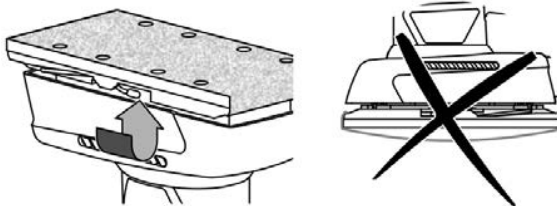

Fig. 4 – Fijación de la lija en la base, correcta e incorrecta
En seguida, fije los prendedores de la lija (6) y verifique si la lija está fijada correctamente y sin ninguna huelga, fig. 4. Para extraer la lija tire los prendedores de fijación (6) y retire la lija.